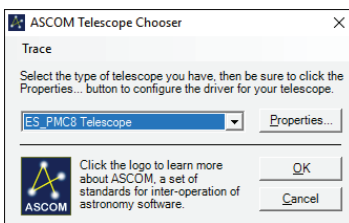

Figura 1. Ventana de ASCOM Telescope Chooser
18. Se mostrará la ventana del ASCOM Chooser. Encuentre y seleccione "ES_PMC8.Telescope" en la lista desplegable. (Figura 1.)